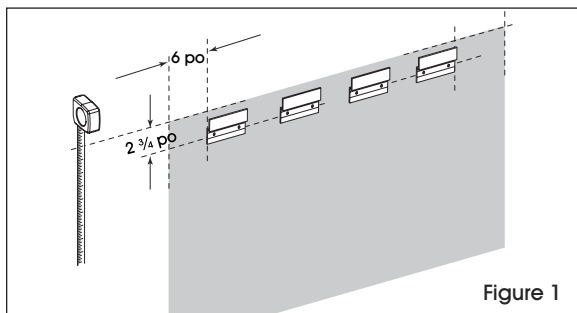

Figure 1
1. Déterminer l'emplacement du tableau. Placer les supports de suspension à 15 cm (6 po) de la bordure extérieure du tableau, et les trous des supports à 7 cm (2 3/4 po) du haut du tableau. (Voir Figure 1)